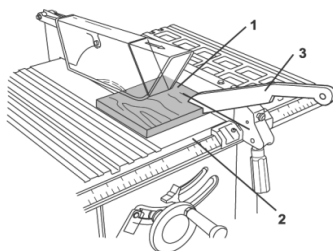

Fig. 22 – Corte longitudinal con instrumento auxiliar
2. Coloque la pieza (1) a ser cortada sobre la mesa (2) y deslice la misma hasta que ella quede posicionada a 25 mm de distancia de la lámina;
- 5 - Siempre mantenga las manos fuera de la base de la máquina, cuando las manos fueran aproximarse de la base de la máquina (2), termine el corte con el instrumento auxiliar para corte de piezas pequeñas (3), fig. 22.